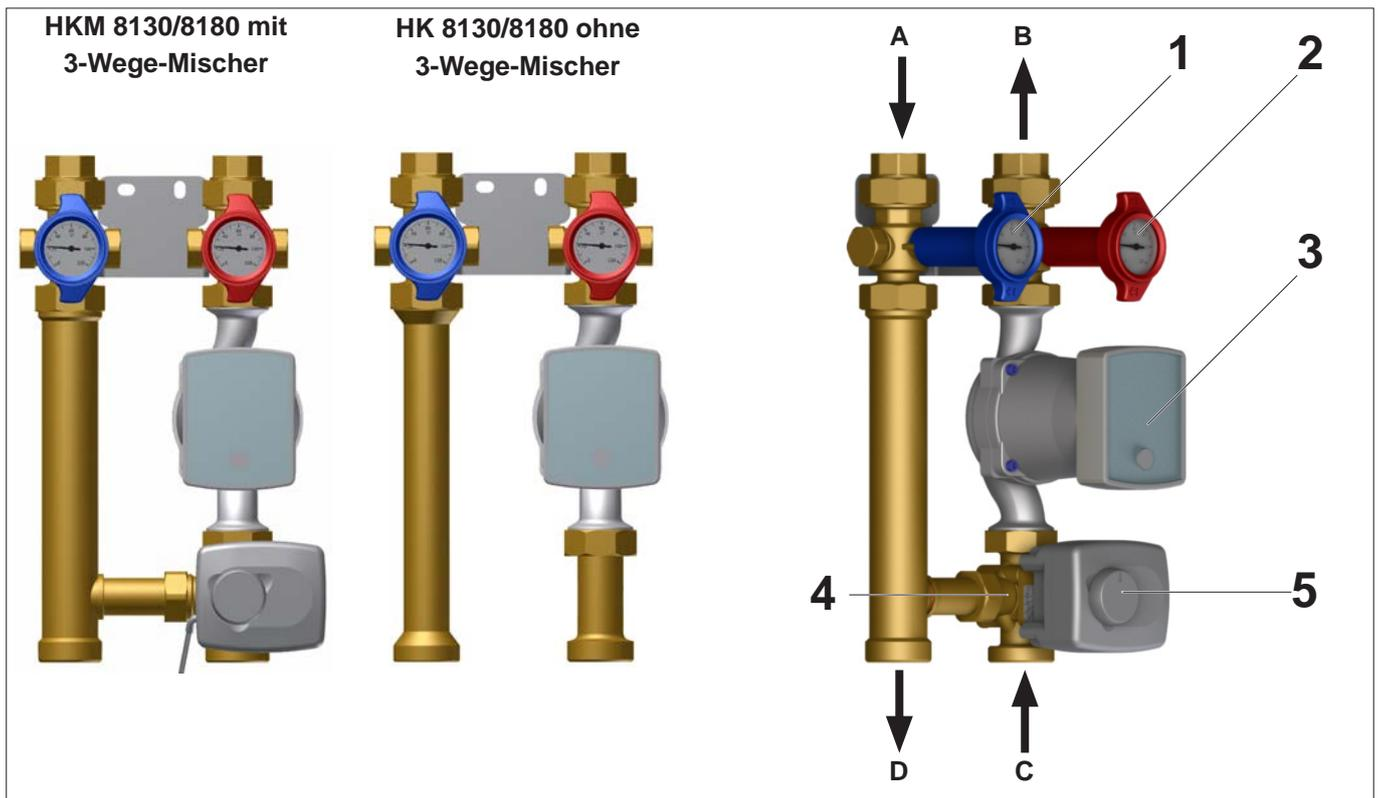

Abb. 1: Typenübersicht
- Schließen Sie die Vor- und Rücklaufleitungen an (Systemanschlüsse, siehe Abb. 1 auf Seite 7).